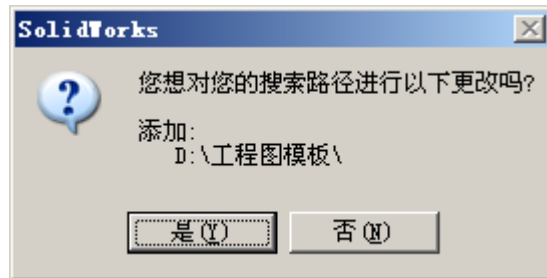

图 2-41 提示对话框
单击“系统选项 (S)”对话框下方的“确定”，出现提示对话框。如图 2-41 所示，提示是否对图纸格式搜索路径进行更改？单击“是”，退出“系统选项 (S)”对话框。